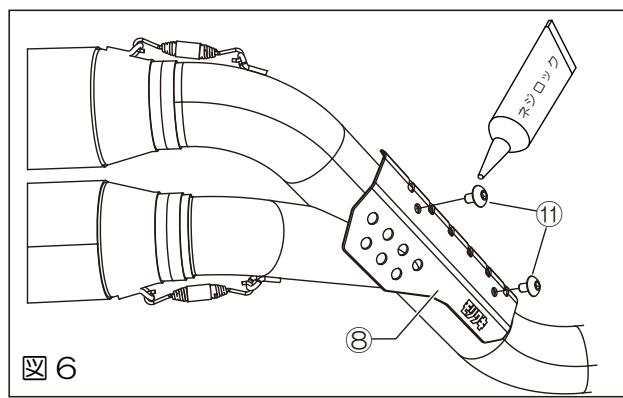

図6
- ⑤ トルクスボルト M6X10（構成部品⑪）を使用し、テールパイプ ASSY へヒートカバー（構成部品⑧）を仮止めします。（図6 参照）